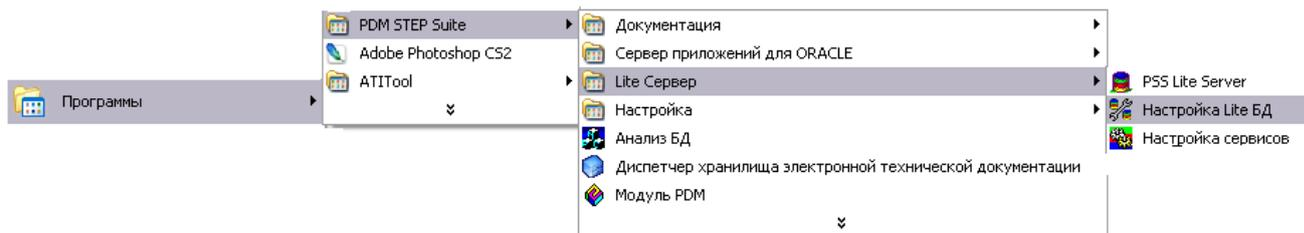

Рис. 2. Запуск модуля Настройка Lite БД
- Откройте модуль **Настройка Lite БД** (Рис. 2).